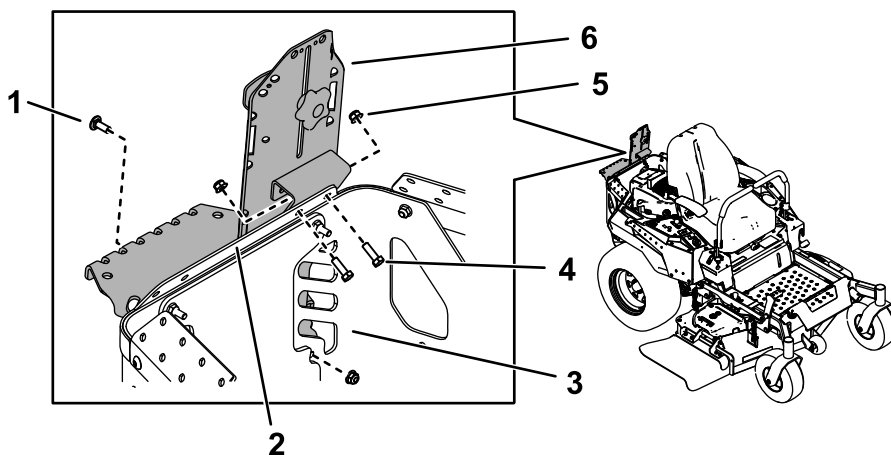
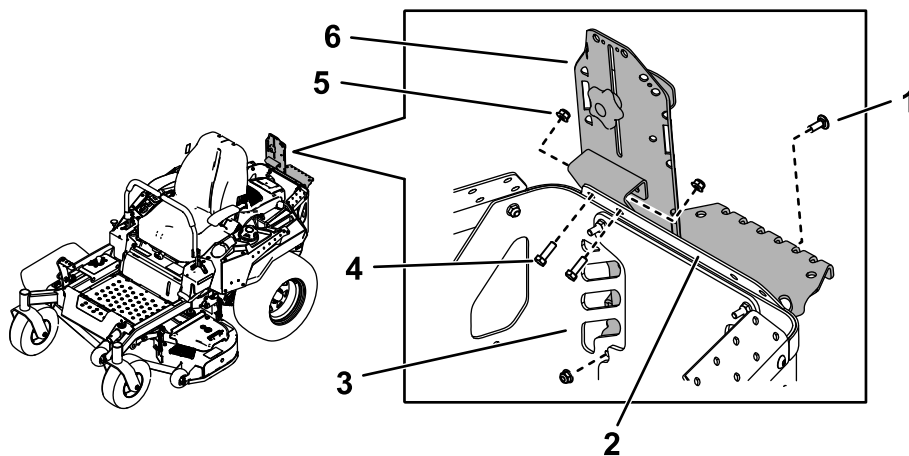

Figure 15
Figure 16
1. Fixez l'ensemble support à la protection supérieure arrière à l'aide de 2 boulons (5/16" x 1") et 2 écrous (5/16"), comme montré à la Figure 15 ou la Figure 16.
3. Fixez le bas du support principal à la protection arrière du moteur à l'aide de 1 boulon de carrosserie (5/16" x 7/8") et 1 écrou (5/16"), comme montré à la Figure 15 ou la Figure 16.